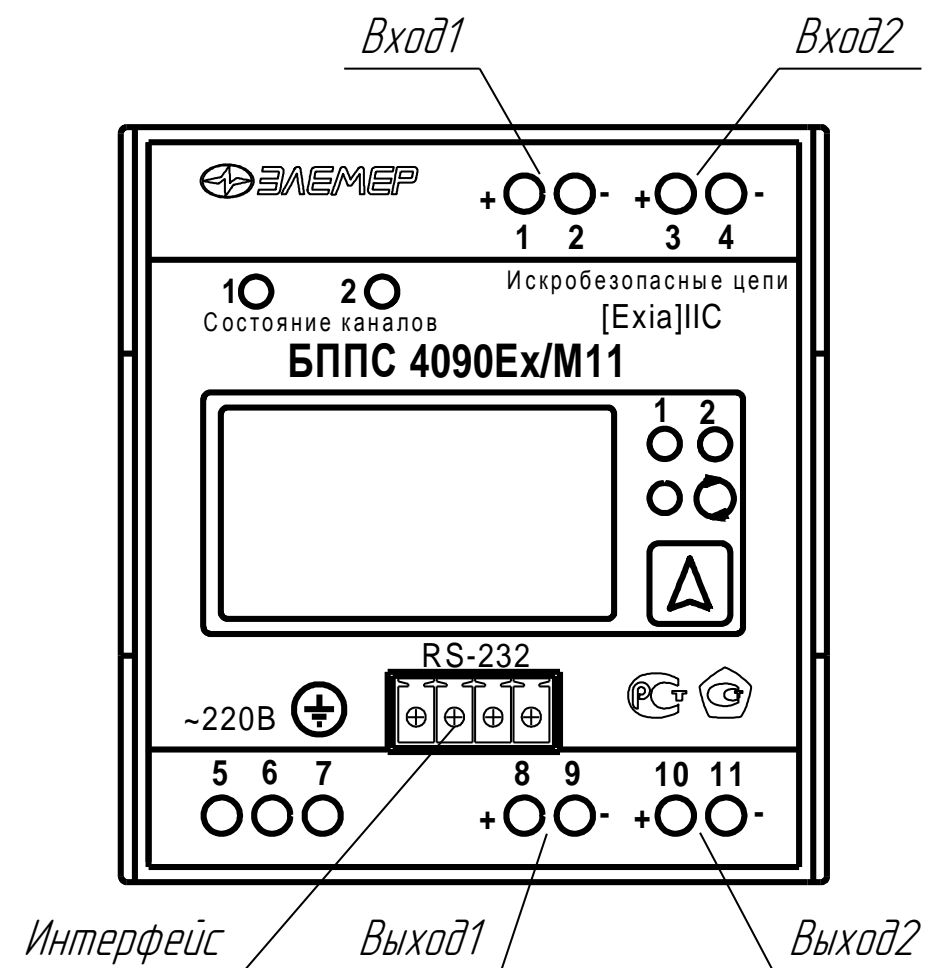

Рисунок 2.1
2.3.3. На передней панели БППС 4090ЕхМ11 (рисунок 2.1) расположены: